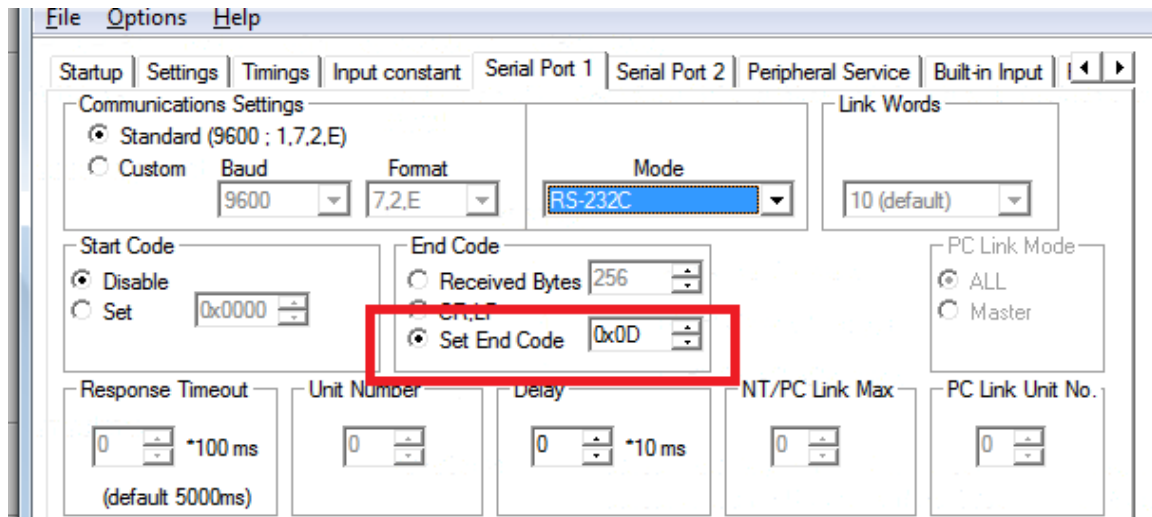

Figura 23. Indicación de Fin de Código.
21. Se debe gestionar el tiempo en que se debe realizar la transmisión o recepción en el PLC, por lo que debe configurar el código de fin de trama automático para el módulo CP1W-CIF0 del **Transmisor**, como se muestra en la Figura 23.